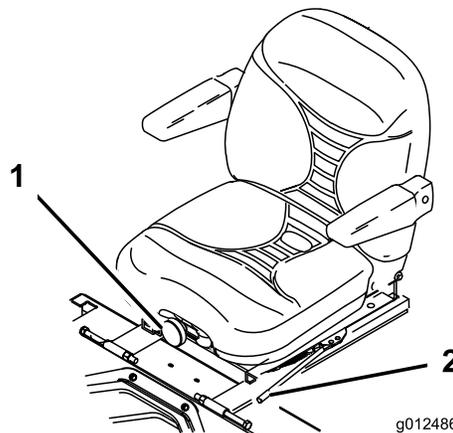

Figure 30
1. Poussez le levier de réglage sur le côté pour débloquer et régler le siège (Figure 30).
Pour ce faire, tournez le bouton avant dans un sens ou dans l'autre pour obtenir la position la plus confortable (Figure 30).